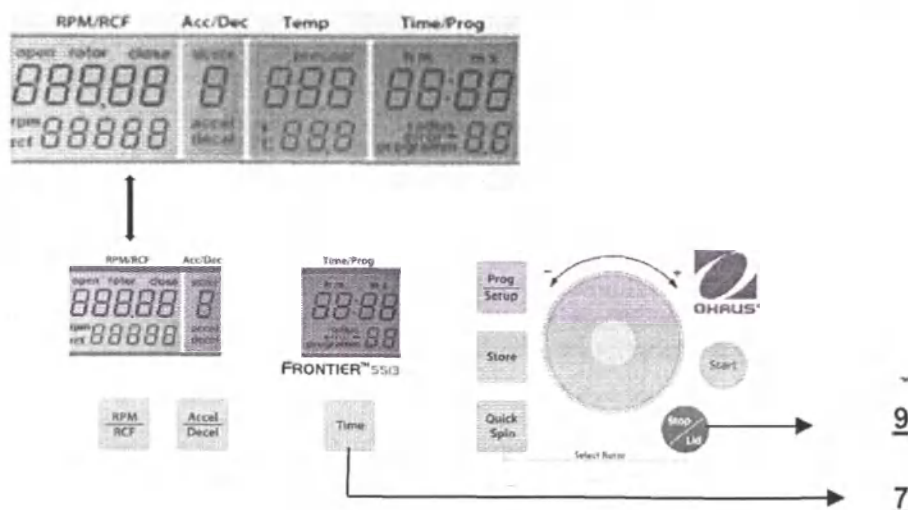

Рис. 28
Выключите центрифугу, нажмите кнопки **Time** (7) и **Stop/Lid** (9) и, удерживая их, снова включите центрифугу. После этого отпустите обе кнопки — в течение пяти секунд будет выполняться диагностика дисплея. На время проверки на дисплее загораются все сегменты и индикаторы (см. рис. 28).